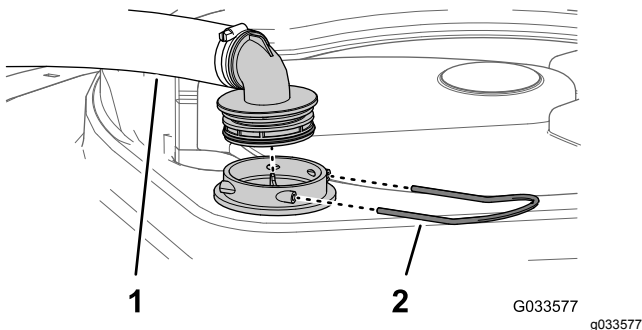

Figura 101
2. En la parte superior del depósito de fumigación, retire la horquilla de retención que sujeta el acoplamiento que está conectado a la manguera grande y al alojamiento del filtro (Figura 101).
3. Retire la manguera y el acoplamiento del alojamiento del filtro (Figura 101).